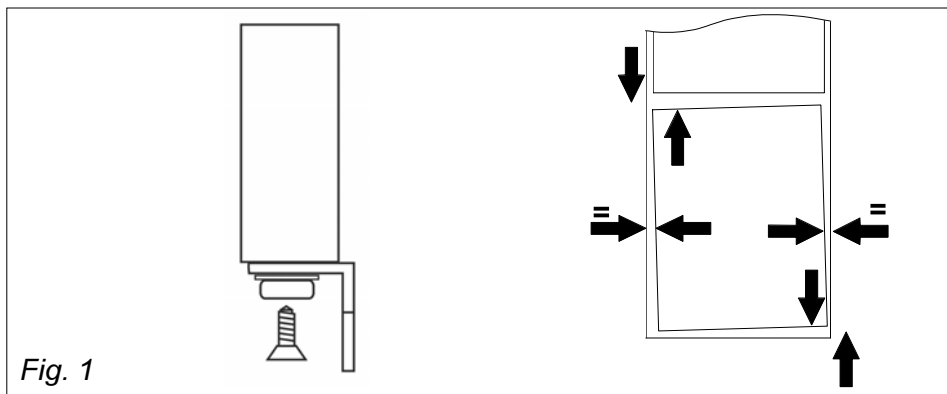

Fig. 1
- Schroef de stoelhoeken in de gaten van de deur(en). (Fig. 1)
- Fixer avec des vis les équerres a la porte. (Fig. 1)
- Schrauben Sie die Haken an die Tür. (Fig. 1)
- Screw the squares in the holes of the door/s/. (Fig. 1)
- Maak de stoelhoeken met schroeven vast aan de meubeldeur. (Fig. 1)
- Fixer avec des vis les équerres a la porte du meuble. (Fig. 1)
- Befestigen Sie die Haken mit Schrauben an der Möbeltür. (Fig.1)